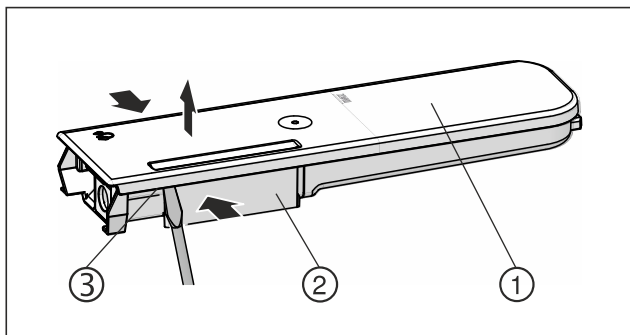

Fig. 135
- Presați rezervorul de apă Fig. 135 (2) împreună și trageți cu grijă capacul Fig. 135 (1) peste ciocurile opri-toare Fig. 135 (3) și trageți-l în sus.
- Mișcați ușor capacul Fig. 135 (1) înainte și înapoi și scoa-teți-l în sus.